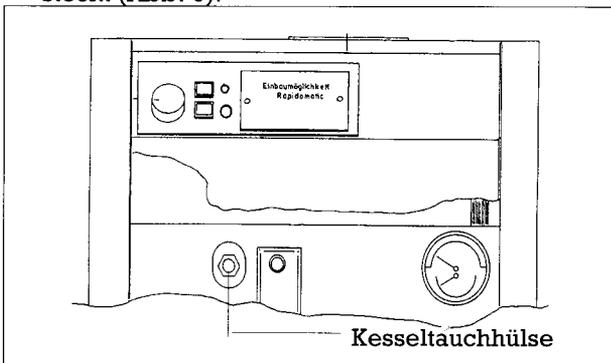

Abb. 6
- Der Kesselfühler wird in die Kesseltauchhülse gesteckt (Abb. 6).